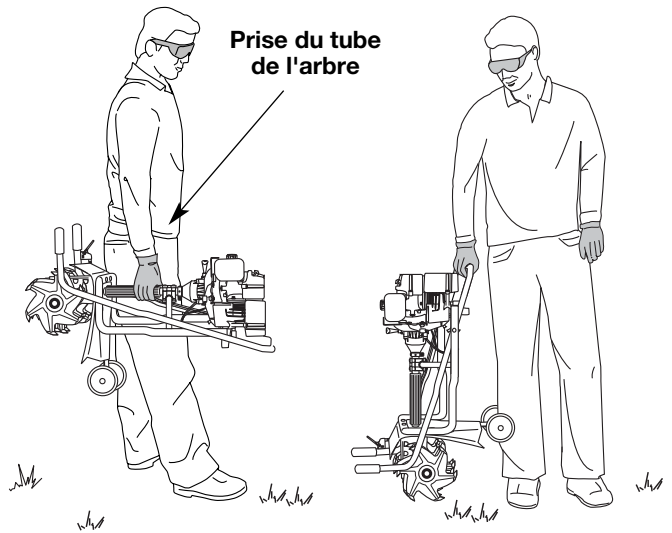

Fig. 20
4. Transportez l'appareil en le tenant par la prise du tube de l'arbre ou bien saisissez le centre de la barre pour l'utiliser comme poignée de transport (Fig. 20).